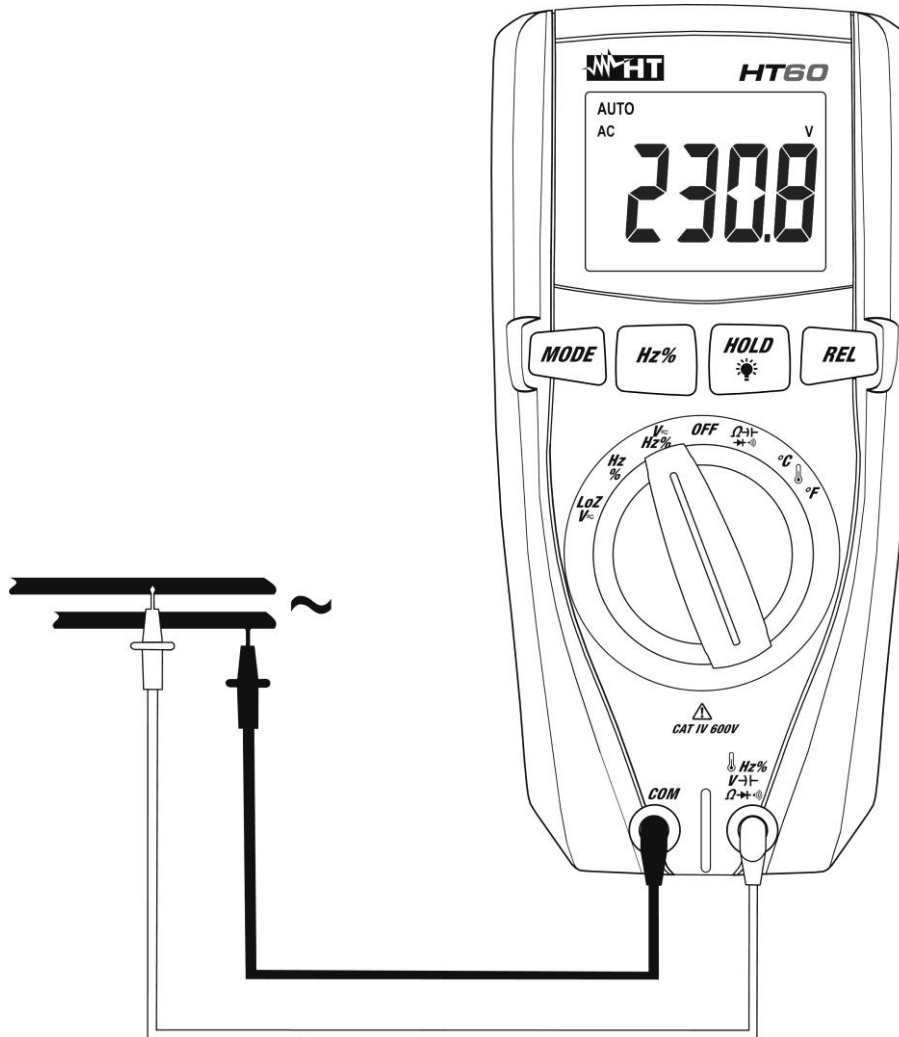

Fig. 3: Mesure de Tension AC
3. Positionner les embouts sur les points désirés du circuit sous test (voir Fig. 3). La valeur de tension est visualisée à l'écran